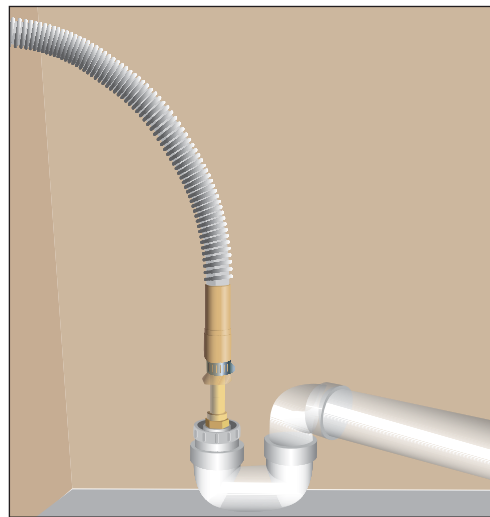

Рис. 10.258. Сливная труба посудомоечной машины подсоединяется к сифону
- **Организация слива воды.** Сливную трубу посудомоечной машины, как правило, подсоединяют к сифону под кухонной мойкой (рис. 10.258).